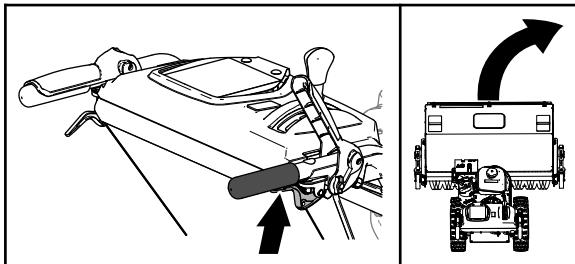

Figura 17
- Per svolte a destra, premete la leva di trasmissione della trazione e premete la leva della frizione ruota destra (Figura 17).